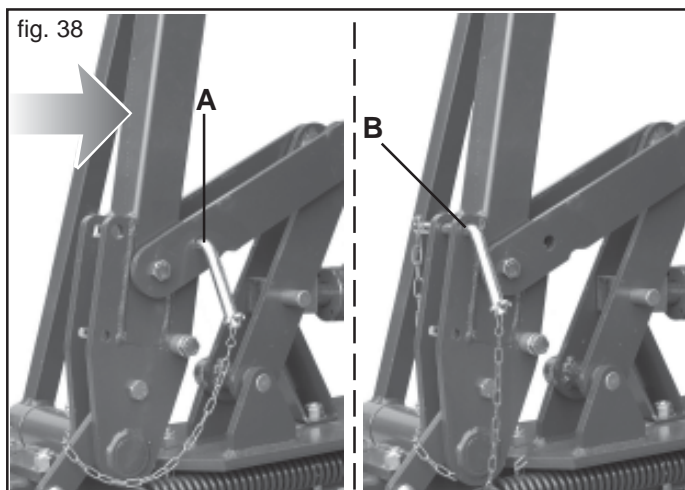

fig. 38
Se rappeler que pour la distribution de grosses semences (petits pois, soja, etc.), il est conseillé de décrocher l'arbre agitateur de la transmission (cf. Fig. 38) de manière à éviter que les semences soient endommagées.
Avant de mettre en marche l'installation hydraulique du traceur, exercer une légère pression avec la main sur le bras traceur dans le sens de la flèche (Fig. 38). Puis, décrocher les sécurités montées sur les deux bras (A Fig. 38) et les placer comme l'indique la Figure 38 (B). Lors des déplacements routiers, bloquer les bras traceurs en position verticale, moyennant les dispositifs de sécurité prévus (A Fig. 38).
- Décrocher les sécurités (Fig. 38) et ouvrir manuellement les bras traceurs jusqu'à ce qu'ils reposent au sol.